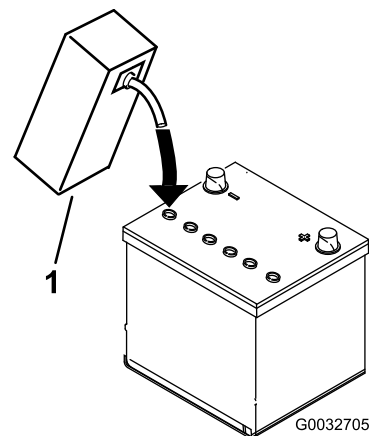

図 6
- 各セルの電極板が液面下 6 mm 程度に水没するまで、電解液を慎重に入れる 図 6。
- 電極板が液を吸収するまで20-30分間程度待つ。必要に応じて、電極板が 6 mm 程度水没するぐらいに電解液を補充する 図 6。